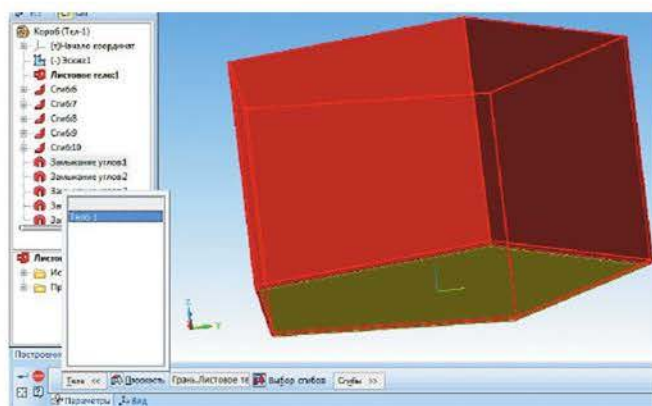

Рисунок 9.14 Выбор неподвижной грани модели
7. Для создания развертки короба вызвать команду  **Параметры развертки**. На *Панели свойств* указать в качестве неподвижной грани модели ее основание (рисунок 9.14), нажать кнопку *Создать объект* .